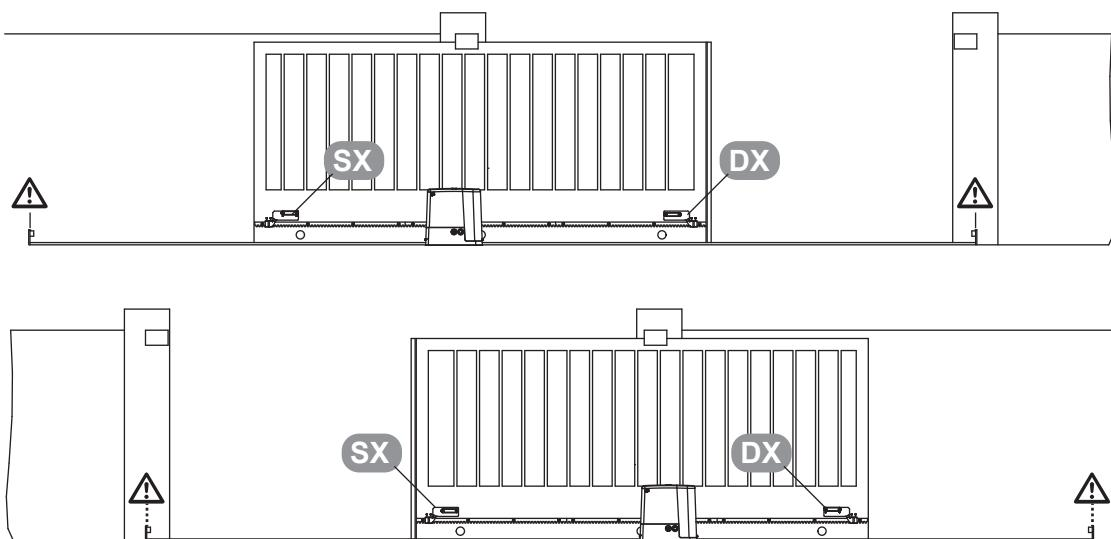

Bild 11 - Endlagen
Zunächst die beiden Magnethalter in den jeweiligen Endlagen auf der Zahnstange mit den beiliegenden Schrauben befestigen. Anschließend die Magneten auf den Magnethaltern montieren, hierbei ist darauf zu achten, dass der rote Magnet links (SX) und der blaue Magnet rechts (DX) montiert wird (siehe „**Bild 11 - Endlagen**“). Den richtige Abstand zu den beiden Reed-Kontakten bestimmen. Hierzu den Antrieb entriegeln und das Tor in die Endlage Tor-Auf bzw. Tor-Zu schieben.